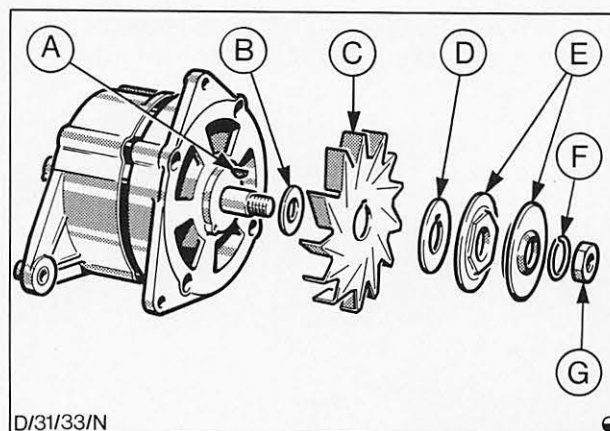

Abb. 29 Lüfter, Riemenscheibe und zugehörige Teile
29. Anlaufscheibe, Lüfter, Abstandsscheibe, Riemenscheibe, Sicherungsscheibe und Haltemutter wie in der gezeigten Reihenfolge anbringen. Abb. 29.